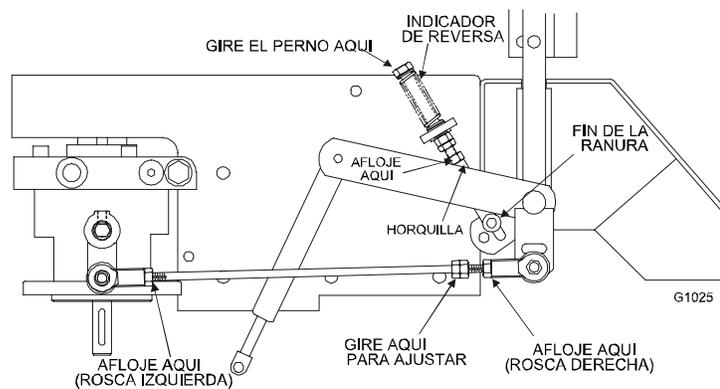

FIGURA 10
- c) Comience con cualquiera de las palancas de control de Movimiento. Mueva la palanca a la posición neutral y estire hacia atrás hasta que el pasador (en el brazo, bajo el pivote del eje) haga contacto con el final de la ranura (al comenzar a poner presión en el resorte). Vea Figura 10.
- e) Afloje las tuercas bloqueadoras de la rotula a cada lado del control del acople de la bomba izquierda (Vea Figura 10).